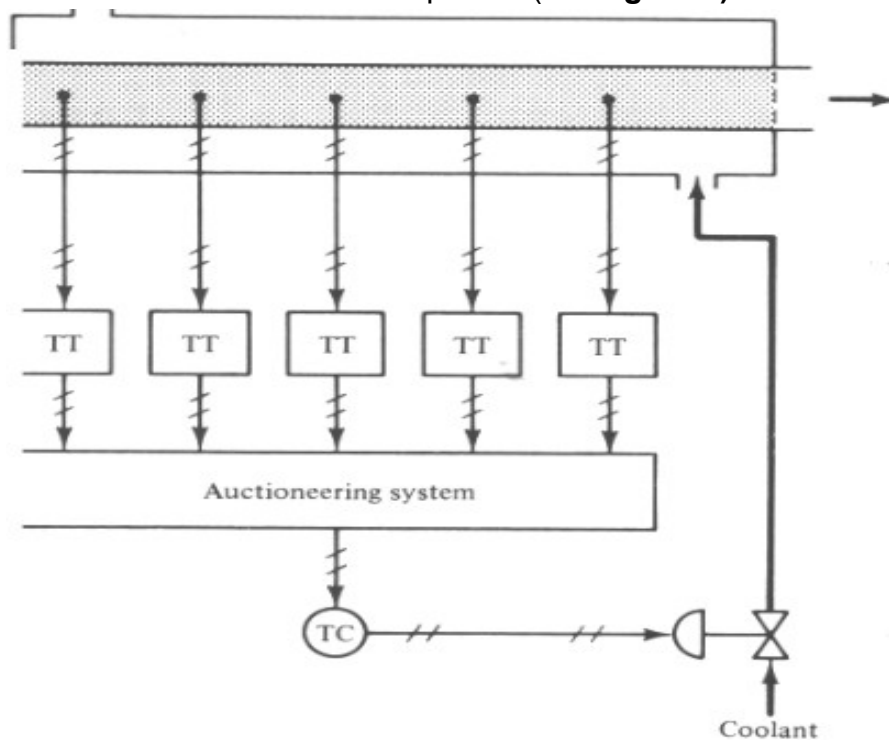

Figura 4. Control auctioneering.
- Control por auctioneering: Sistema donde se mide más de una variable para actuar sobre la variable manipulada (ver **Figura 4**).